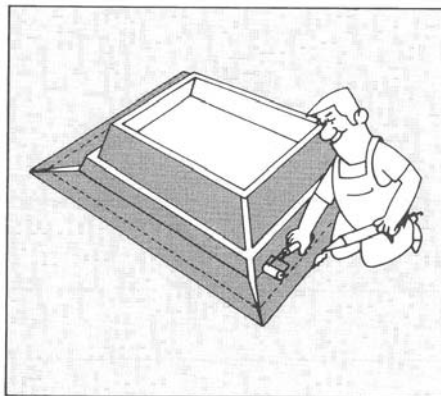

Рис. 32
- оденьте сверху аксессуар изготовленный в заводских условиях (фонарь, труба, тросовый молниеотвод и др.) (рис. 29,30,31) и приклейте холодным способом соединения SDL (рис.32).